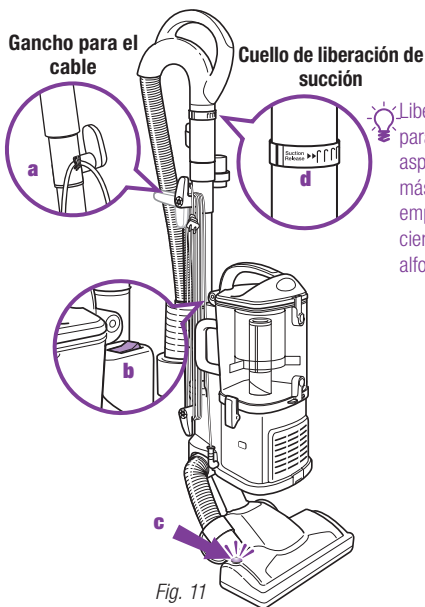

Fig. 11
- 2 Enganche el cable de alimentación en el gancho para el cable (a). (Fig. 11)
- 3 Coloque la llave de encendido (b) en la posición "I" para aspirar pisos lisos (succión únicamente) o en la posición "II" para encender el cepillo eléctrico para pisos (para aspirar alfombras y tapetes). (Fig. 11)
¡IMPORTANTE: La luz indicadora del cepillo eléctrico (c) se encenderá verde cuando el cepillo eléctrico esté encendido, o rojo si está trabado. (Fig. 11) Esta función está diseñada para proteger la correa permanente que mueve el cepillo eléctrico. Consulte "Verificación de obstrucciones" en la página 43.
- 5 Debido a la gran potencia de succión de esta aspiradora, en algunos casos podría ser necesario ajustar el control de succión del mango. (Fig. 11) Si la aspiradora se vuelve difícil de mover o si levanta los tapetes, ajuste el control de succión girando el cuello 90° en sentido contra horario para abrir la válvula. Gire el cuello en sentido horario para cerrar la válvula cuando necesite alta succión y para aspirar pisos.